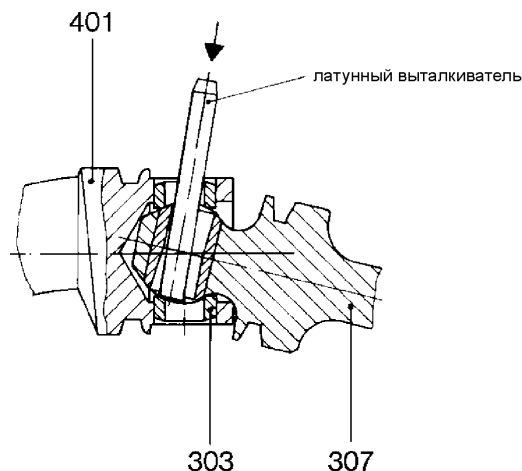

Рис. 4: Снятие втулок для шарнирного болта
- Выбить шарнирный болт (301).
- С помощью латунного выталкивателя наполовину выбить обе втулки для шарнирного болта (303). Для этого установить шарнирный вал (307) в наклонное положение (см. рис. 4).